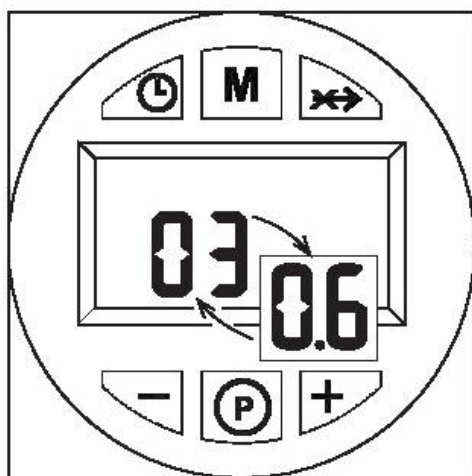

Fig.4
- La versión del software de la interfaz de usuario y de la centralita (fig.4)